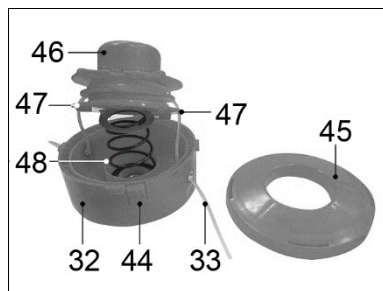

Рисунок 16.
8.5. Замена лески в триммерной катушке (рис. 16)